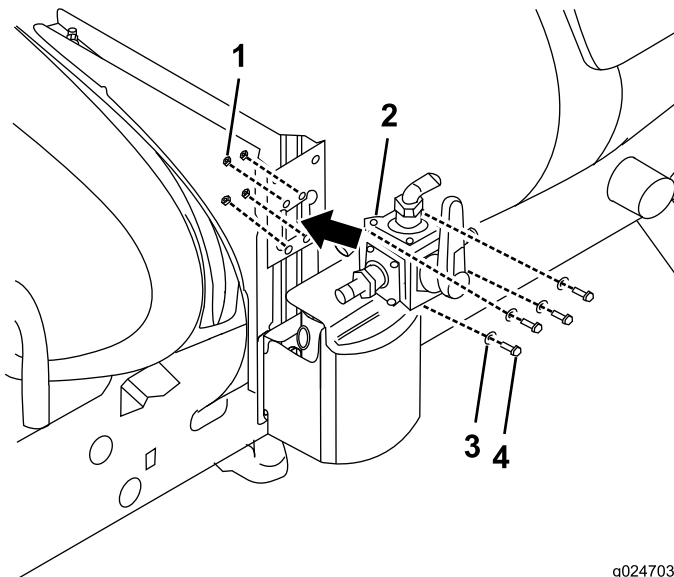

Bild 16
3. Befestigen Sie das Vierwegeventil mit 4 Sicherungsmuttern (6 mm) an der Ventilhalterung (Bild 16).